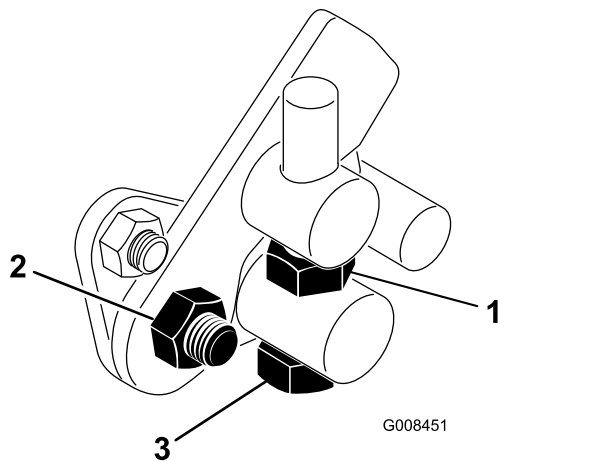

図 43
1. トラニオンボルトのジャムナットをゆるめる 図 43。
4. トラニオンボルトのジャムナット、およびペダルピボットのナットを締め付けて調整を固定する 図 43。調整を確認し、必要に応じて再調整する。